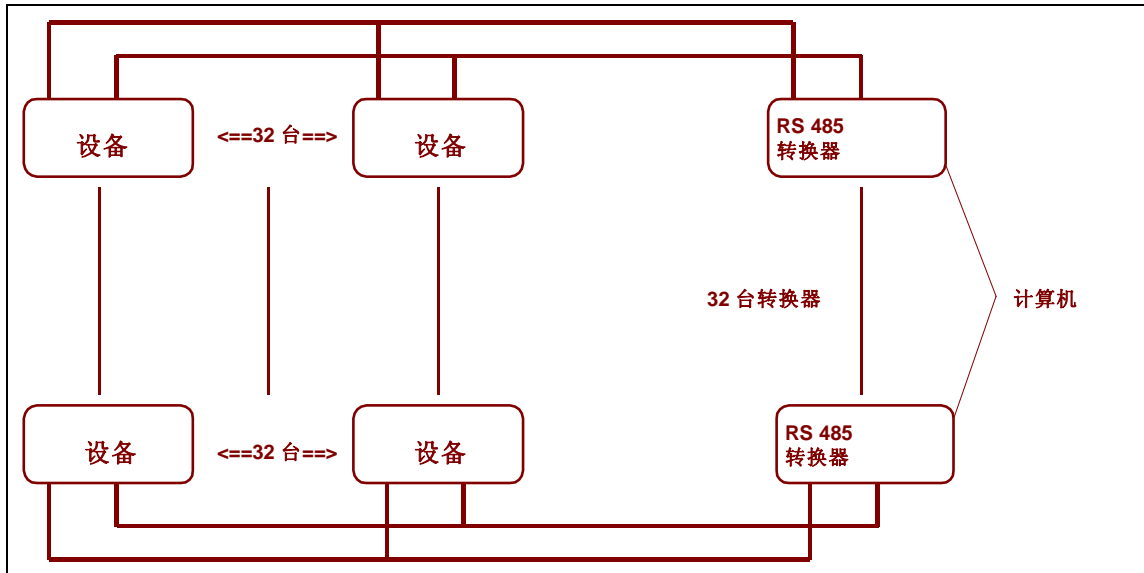

图 4.7: 具有转换器的两线 RS-485 通讯安装连接
- 两线连接时，在同一网络中最多可包括 900 台仪器（图 4.7）。